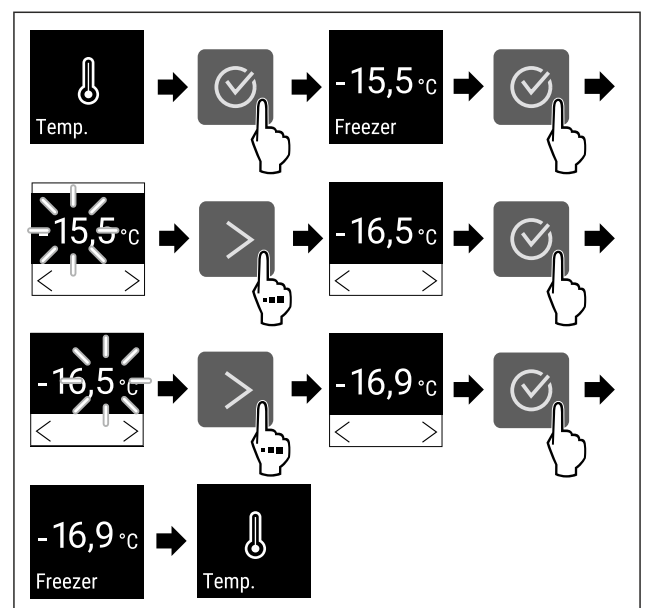

Fig. 65 Promjena temperature sa -15,5°C na -16,9°C
- ▶ Obavite korake postupka (pogledajte Fig. 65) .